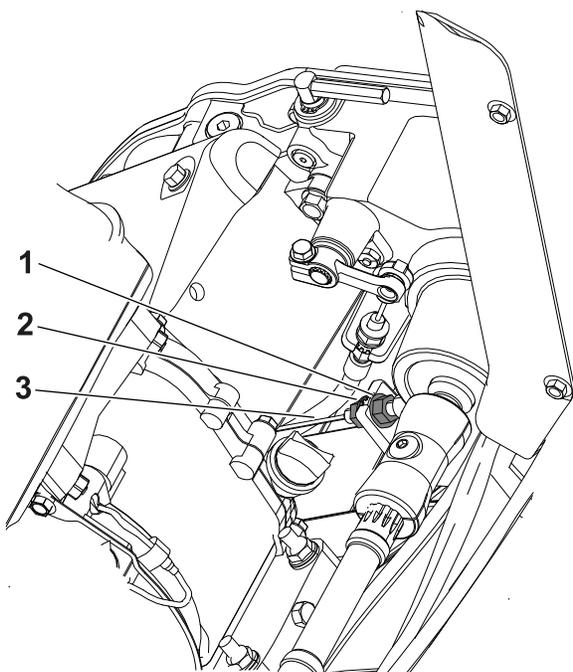

図 38
2. 後側のジャムナットをゆるめ、前側のジャムナットを締める 図 38。